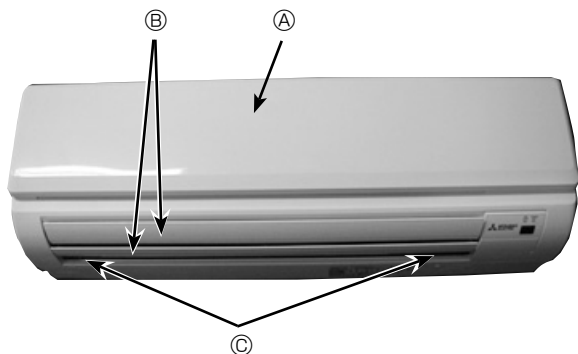

Fig. 6-2
- Retirer les capuchons de vis du panneau. Retirer les vis. (Fig. 6-2)
- (A) Panneau frontal
- (B) Volet
- (C) Capuchons de vis